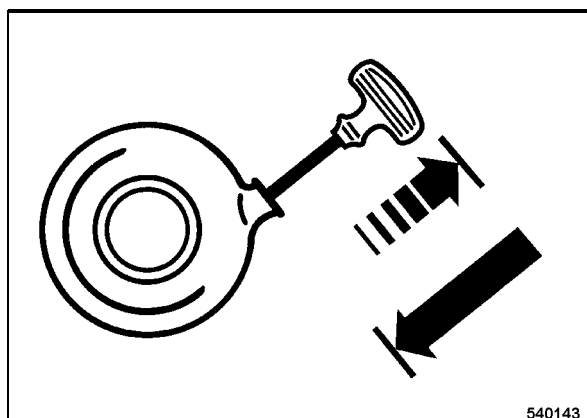

Fig. 24
- Sacar el cable por la empuñadura de arranque (Fig. 24) tanto hacia fuera hasta notar resistencia.